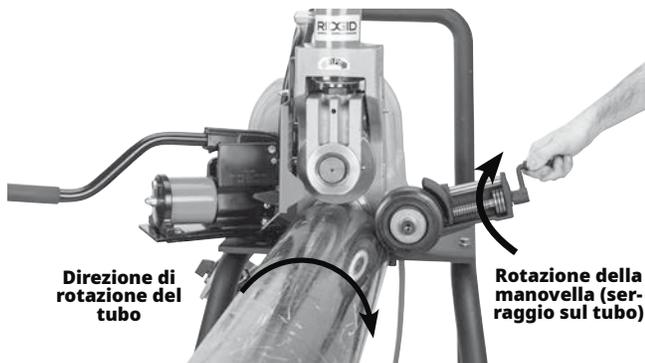

Figura 15 - Sfalsamento del tubo di $1/2^\circ$, (ingrandito)
3. Ruotare la manovella dello stabilizzatore per portare il rullo a contatto con il tubo. Ruotare la manovella di un ulteriore (1) giro per precaricare il rullo contro il tubo (Figura 15). Non sporgersi sul tubo per regolare lo stabilizzatore.
4. Adottare una posizione operativa corretta per mantenere più facilmente il controllo della macchina e del tubo (vedere la Figura 15).